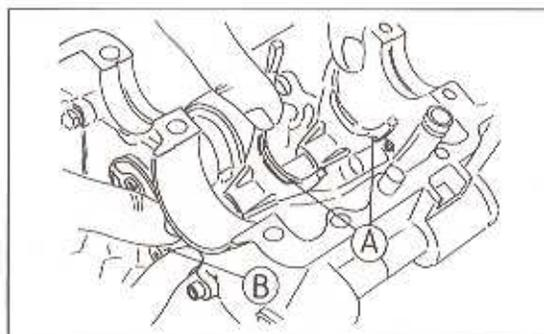

Bild 204
- Den Nocken aufsetzen. Der höchste Nocken liegt beim Zentrierstift der Schaltwelle (Bild 204).